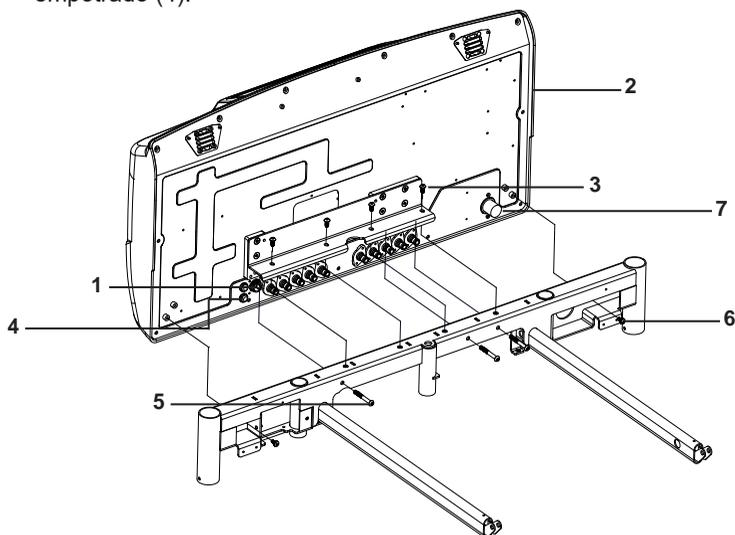

Figura 3: unidad de control del colchón de aire y soporte de fijación
7. Si todavía no lo está, instale el soporte de fijación de la unidad de control del colchón de aire (véase figura 3, elemento 1) en el reverso de la unidad de control del colchón de aire (2) utilizando los seis tornillos de cabeza hexagonal para empotrado (4).
8. Levante la unidad de control del colchón de aire, incline dicha unidad un poco hacia delante y, a continuación, bájela suavemente hasta introducirla en el armazón. Con cuidado, alinee los orificios situados en la parte superior del soporte de fijación con los orificios del armazón. A medida que la unidad de control del colchón de aire se apoya en el armazón, inclínela hasta una posición totalmente vertical y, al mismo tiempo, vigile que el conector de comunicación (véase figura 3, elemento 7) de la unidad de control se alinee con el orificio del armazón. Procure no dañar los conectores de aire.
10. Instale, sin apretarlos, cuatro tornillos de cabeza plana Phillips introduciéndolos por la parte superior del soporte de fijación (figura 3, elemento 3). (No los apriete todavía).
13. Instale dos tornillos de cabeza plana Phillips (figura 3, elemento 6) en el reverso de la unidad de control, en las esquinas inferiores izquierda y derecha. Apriete los tornillos a 10 Nm.